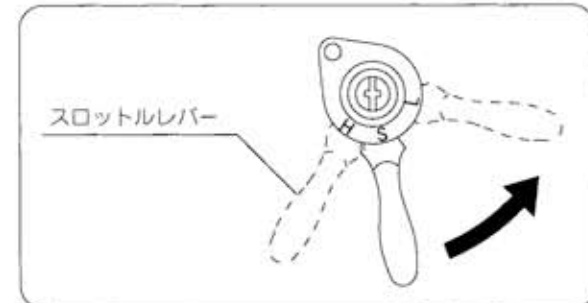

図14
- ②スロットルレバーを【L】（低速）位置にします。（図14）